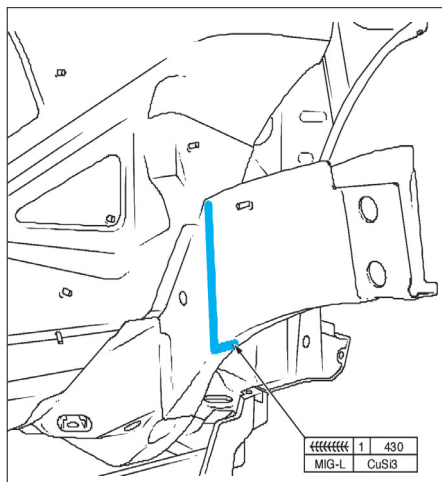

FIG. 26
- Souder la partie arrière du longeron (fig. 26).